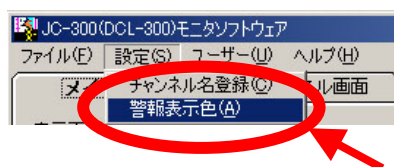

図 2.3.2-8
② 警報表示色設定画面を表示します。(図2.3.2-9)
表示色を変更したいボタンをクリックしてください。色の設定画面を表示します。(図2.3.2-10)